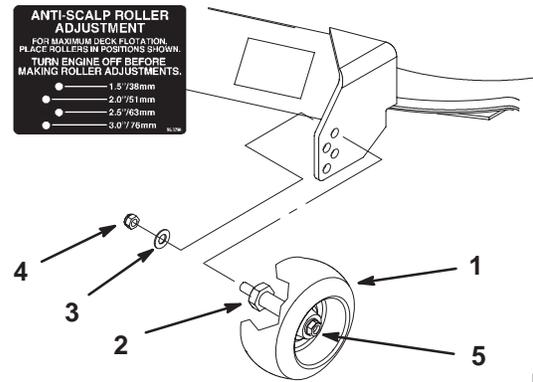

Figure 21
2. Lorsque la hauteur de coupe est réglée, retirez l'écrou à collerette et la rondelle élastique tout en maintenant le goujon avec une clé (Fig. 21).
Remarque : N'enlevez pas l'écrou et la rondelle de roue (Fig. 21).
3. Choisissez le trou pour que la roue de jauge se trouve le plus près possible de la hauteur de coupe correspondante voulue (Fig. 21).
4. Remettez l'écrou à collerette et la rondelle élastique (Fig. 21).